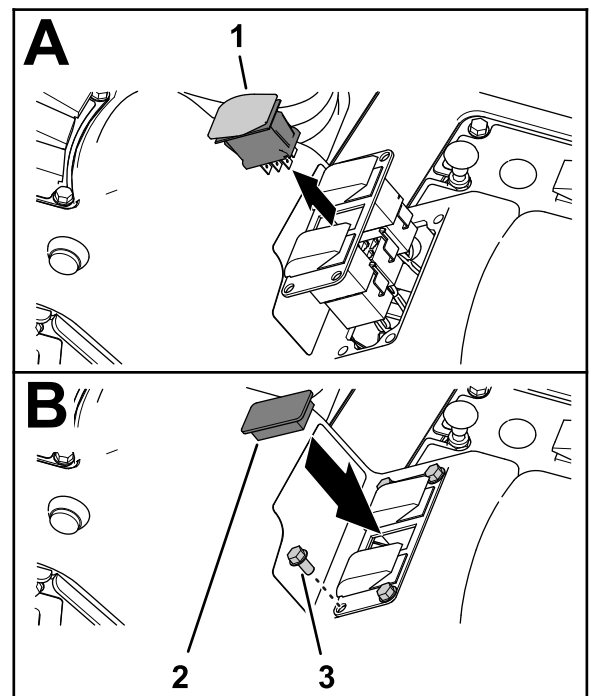

Figure 32
2. Pincez les languettes de verrouillage de l'interrupteur de régulation de débit et poussez l'interrupteur hors du bloc de 3 interrupteurs (Figure 32).
5. Fixez le bloc de 3 interrupteurs à la console de commande (Figure 32) à l'aide des 4 vis à embase (1/4 x 1/2") que vous avez retirées à l'opération 1.